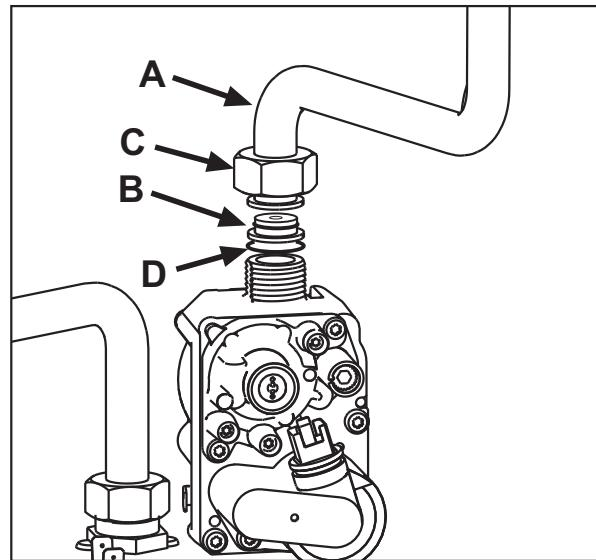

Figure 22
- Desserrez la vis C et retirez le tuyau de gaz A de la vanne de gaz (voir figure 22).
- Remplacez la tuyère B du tuyau de gaz par la tuyère contenue dans le kit de migration. Insérez le joint D (voir figure 22).